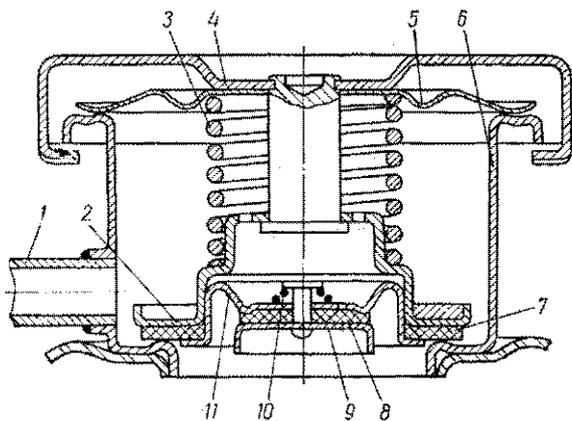

Рис. 32. Пробка радиатора:
**Пробка радиатора** (рис. 32), герметически закрывающая всю систему охлаждения, имеет два клапана: паровой и воздушный. Паровой клапан отрегулирован на избыточное давление в системе  $0,45—0,55 \text{ кг/см}^2$ , а воздушный клапан — на разрежение в системе  $0,01—0,10 \text{ кг/см}^2$ .